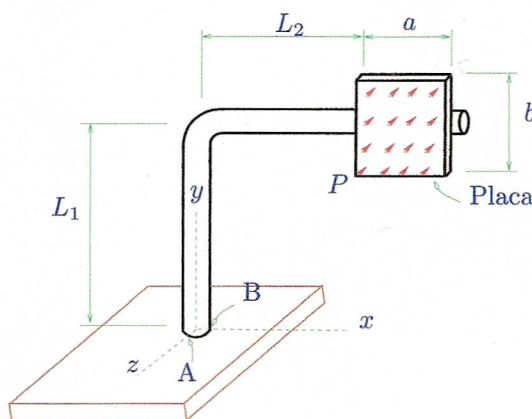

Figura 1: Poste bajo el efecto del viento
1. En la figura 1 se tiene un poste hecho de un tubo de acero, el cual tiene un diámetro exterior de D_{ext} y un espesor de pared e . El tubo está pegado a una placa rígida, la cual recibe el